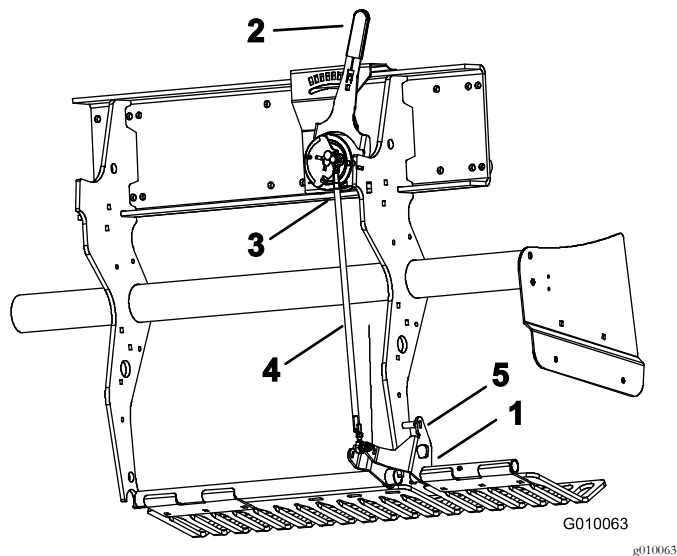

图58
2. 向上旋转左侧草坪防护装置安装支架图58直到支架与焊接在机架上的深度设置管之间可以插入一个锁定销5/16 钻杆或螺栓。
3. 将打孔深度杆图58移至 H 设置最深。
4. 从线束上断开外侧滚珠开关图58打孔头-低开关。
5. 松开深度调节拉杆上的锁紧螺母左和右图58。